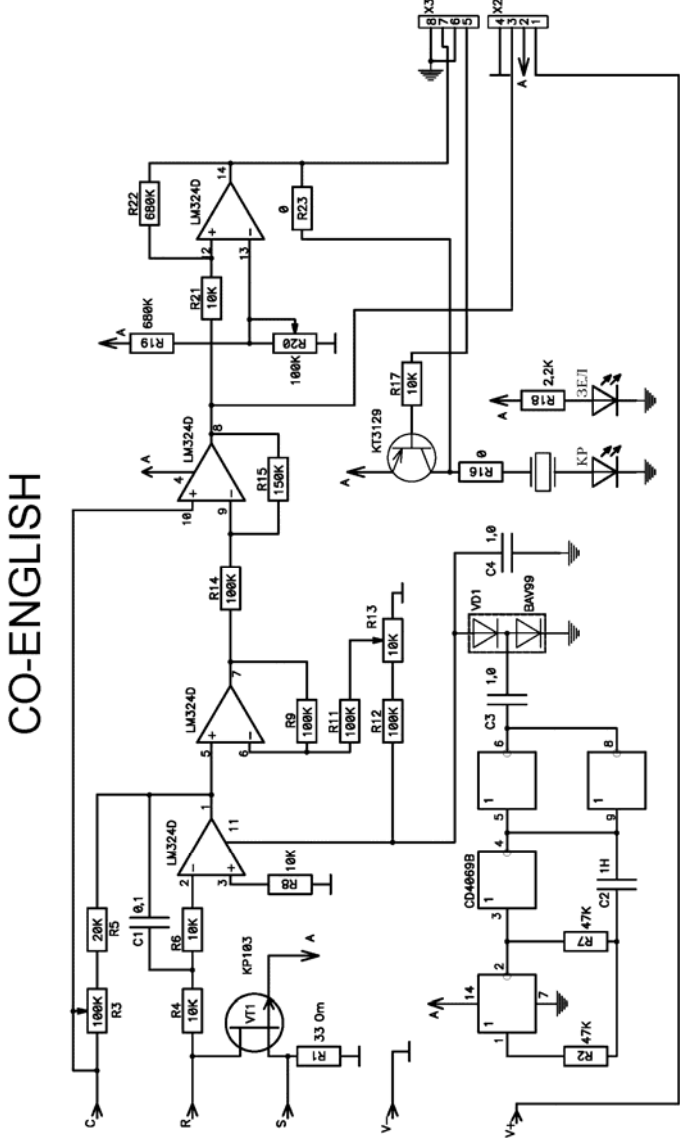

рис.3
- Плата для трехэлектродного электрохимического сенсора (маркировка «CO-English») – используется в ГС «Мак» с сенсором производства Украины или фирмы Monox, «Астра» с сенсором Sixth Sense, «Сирень», «Сапфир», «Флора» с любыми сенсорами. Принципиальная схема показана на рис.3, расположение элементов – на рис. 3а.
рис.3а